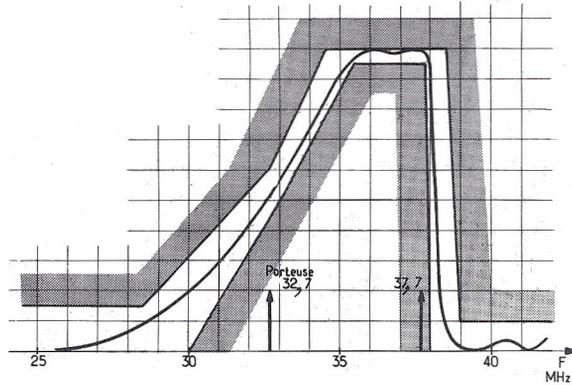

Fig : 5
- Régler dans l'ordre pour obtenir la courbe (fig. 5).